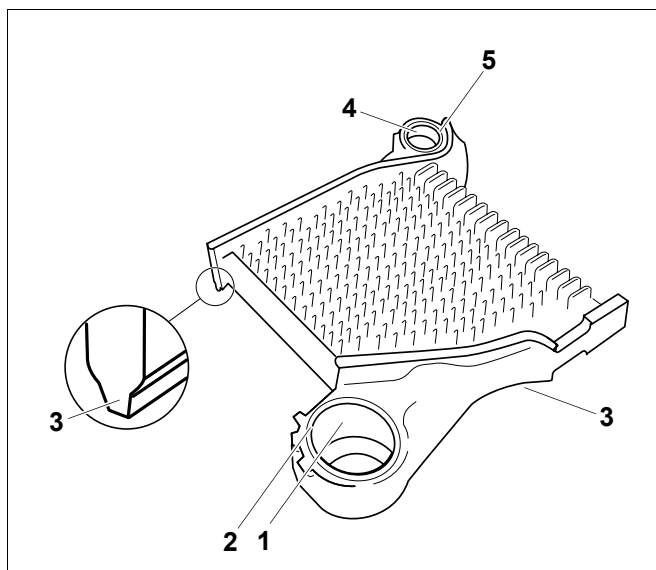

Рис. 11 Средняя секция
- При наличии заусенцев на ступицах (рис. 11, поз. 2 и 5) зачистить их напильником.
- Уплотнительные кромки (рис. 11, поз. 3) должны быть чистыми и сухими; очистите их, если это необходимо.
- Очистить уплотнительные поверхности ступиц (рис. 11, поз. 1 и 4) ветошью, пропитанной бензином, и смазать суриком.